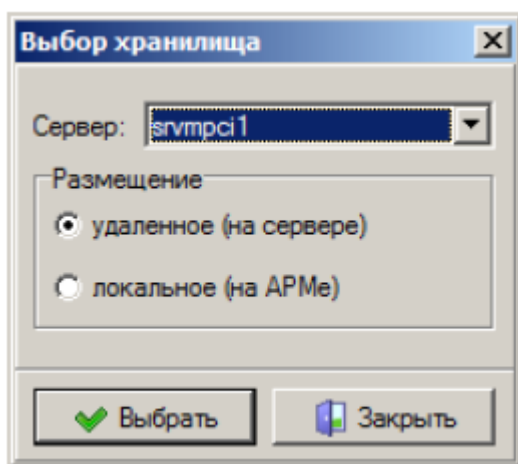

Рисунок 5. Выбор хранилища данных.
7.1.5 После загрузки визуальной части проекта на экране появляется диалоговая форма «Выбор хранилища» (Рисунок 5), в которой необходимо выбрать хранилище данных.